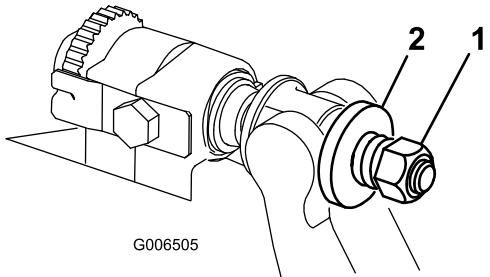

Рисунок 27
4. Затягивайте гайку натяжения пружины до полного сжатия пружины, после чего ослабьте на 1/2 оборота (Рисунок 27).